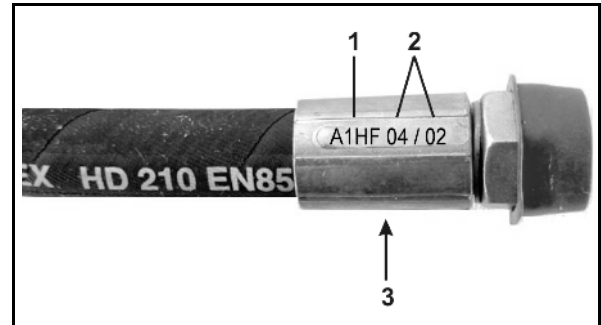

図 106
4. 蝶ナット (図 106/1) を外した後、設定レバー (図 106/2) はストッパー (図 106/3) で止まらなければなりません。
- この位置では、レバー位置用の読み取りエッジ (図 106/4) は、目盛りで値「11」を示さなければなりません。
値が異なる場合には、接続ロッド (図 106/5) を回してストッパー (図 106/3) の位置を適切に変更します:
6. 接続ロッド (図 106/5) のロックナット (図 106/6) を外します。
7. ストッパー (図 106/3) が設定レバー (図 106/2) の位置になるまで、接続ロッドを回します。